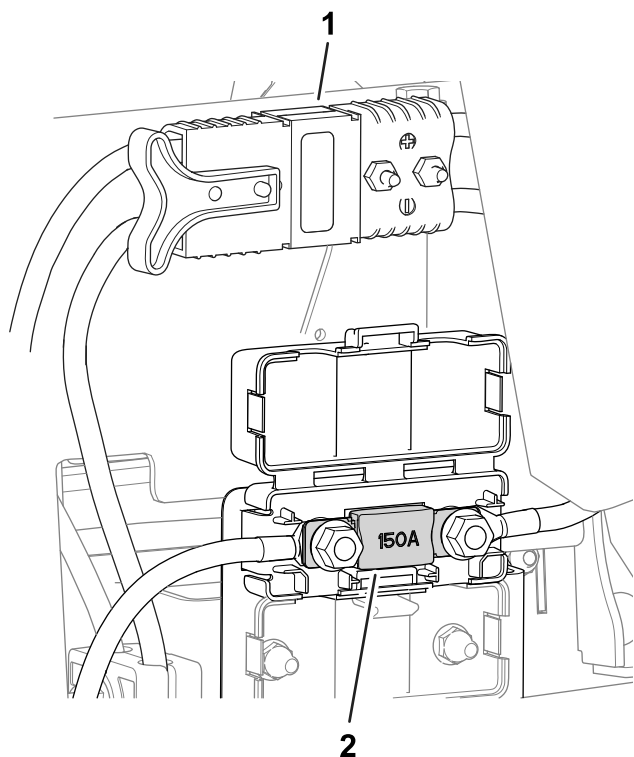

図 63
- 回路保護用のヒューズは主電源コネクタの下にあります 図 63。